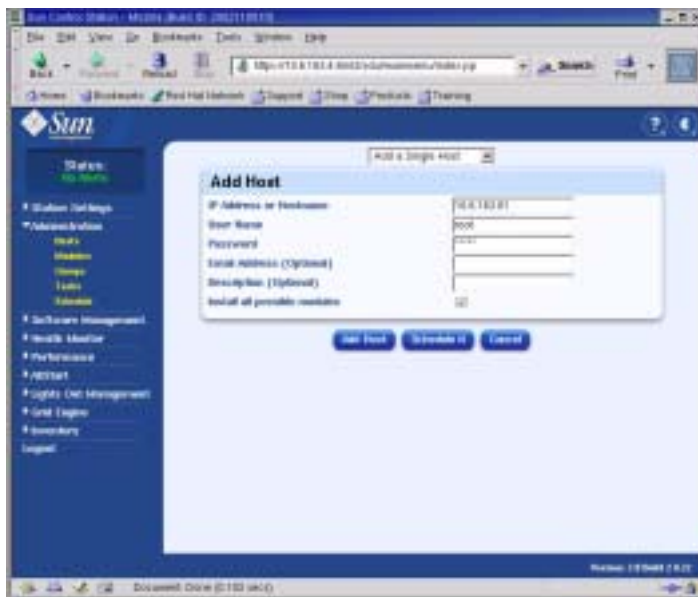

РИСУНОК 2-26 Окно добавления хоста (Add Host)
3. В окне добавления хоста (Add Host) укажите параметры для узла, который назначается в качестве SCS-управляемого хоста. См. пример на РИСУНОК 2-26.